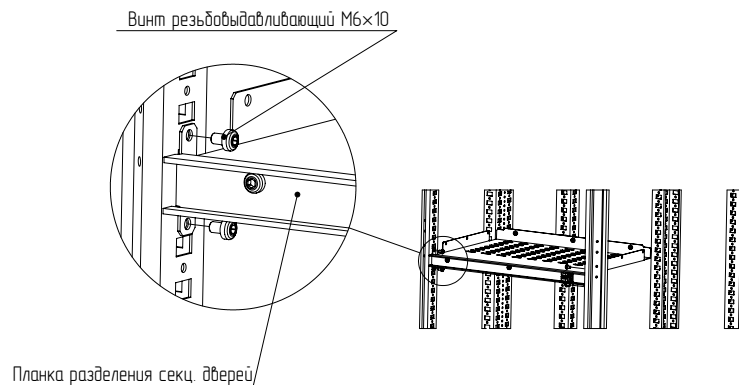

Рисунок 111
4.36.5 Закрепить планку разделения секционных дверей на стойках каркаса винтами М6×10 (рисунок 111). Момент затяжки – 7 Н·м.